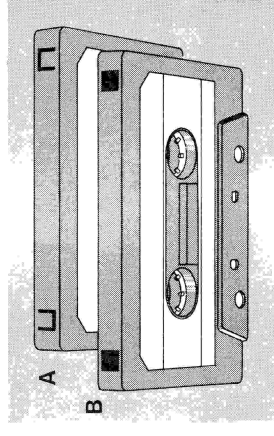
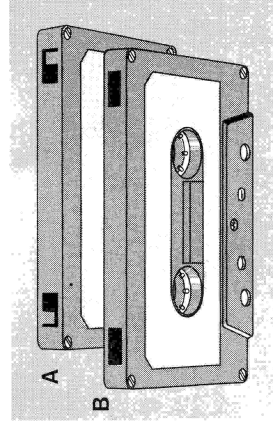

Fig. 16
Fig. 17
Alle Compact-Cassetten haben auf der Rückseite zwei Aussparungen, die durch Kunststoff-Zungen verschlossen sind. Eigene Aufnahmen können Sie gegen unbeabsichtigtes Löschen durch Herausbrechen dieser Zungen schützen (Fig. 16 bei Fe- und FeCr-Band, Fig. 17 bei CrO2-Band). Die im Fachhandel erhältlichen bespielten Cassetten sind bereits entsprechend gegen unbeabsichtigtes Löschen gesichert.
Toutes les cassettes compactes ont à l'arrière, deux encoches fermées par des languettes de plastique. Vous pouvez protéger vos enregistrements personnels contre un effacement accidentel en brisant ces languettes (Fig. 16 pour les bandes Fe et FeCr, Fig. 17 pour les bandes CrO2).
All compact cassettes have two slots on their rear edge which are partially covered by plastic tabs. You can prevent accidental erasure of your own recordings by breaking out the appropriate tab (Fig. 16 for Fe and FeCr tapes, Fig. 17 for CrO2 tapes).
Beachten Sie bitte, daß die bei CrO2-Cassetten zusätzlich vorhandenen Öffnungen (Fig. 17) nicht mit abgedeckt werden.
- Fig. 16 A Fe, FeCr-Band: aufnahmebereit
- Fig. 16 B Fe, FeCr-Band: Aufnahme blockiert
- Fig. 17 A CrO2-Band: aufnahmebereit
- Fig. 17 B CrO2-Band: Aufnahme blockiert
Dans le cas de cassettes CrO2, veillez à ce que les ouvertures supplémentaires ne soient pas obturées (Fig. 17).
- Fig. 16 A Bande Fe, FeCr: prête à enregistrer
- Fig. 16 B Bande Fe, FeCr: enregistrement bloqué
- Fig. 17 A Bande CrO2: prête à enregistrer
- Fig. 17 B Bande CrO2: enregistrement bloqué
Please note that the additional slots present in CrO2 tapes must not be closed by adhesive tape (Fig. 17).
- Fig. 16 A Fe, FeCr tapes: ready for recording
- Fig. 16 B Fe, FeCr tapes: protected against recording
- Fig. 17 A CrO2 tapes: ready for recording
- Fig. 17 B CrO2 tapes: protected against recording